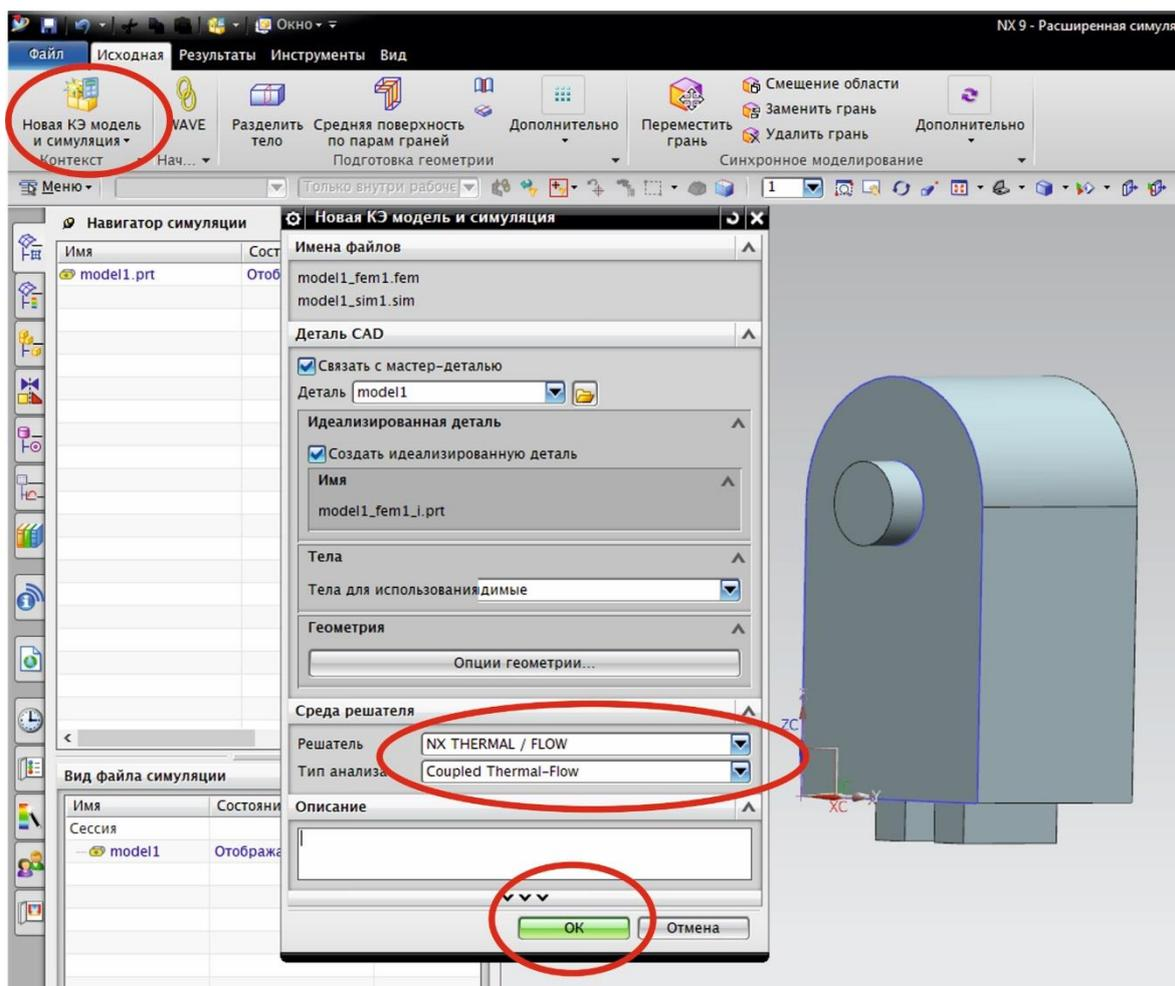

Рис. 1.3. Создание новой КЭ модели
3. Создайте конечно-элементную модель и симуляцию. Закладка панели инструментов «Исходная» – «Новая КЭ модель и симуляция» (рис. 1.3).
4. В открывшемся окне настроек «Новая КЭ модель и симуляция» выберите «Решатель» – «NX THERMAL / FLOW», «Тип анализа» – «Coupled Thermal-Flow». Тут больше ничего менять не нужно, нажмите «Ок» (рис. 1.3).